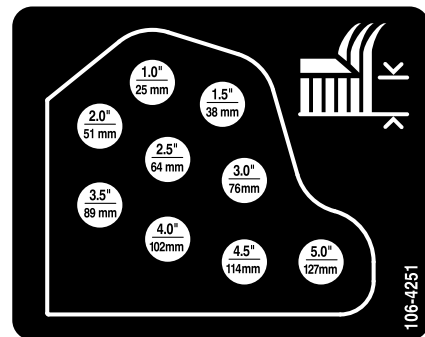

Figura 20
- Monte las cadenas de altura de corte en el taladro de altura de corte deseado (Figura 20) con el pasador de horquilla y la chaveta.